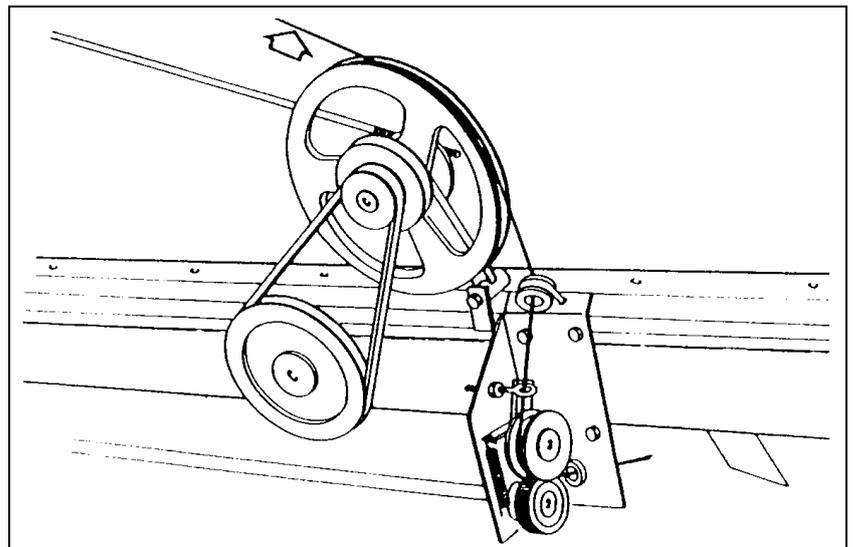

Abb. 6
6. Wenn der Bindefzyklus abgeschlossen ist (im Falle doppelter Bindung wird dies dadurch angezeigt, dass das sich drehende Antriebsrad in Abb.6 anhält), wie folgt vorgehen: